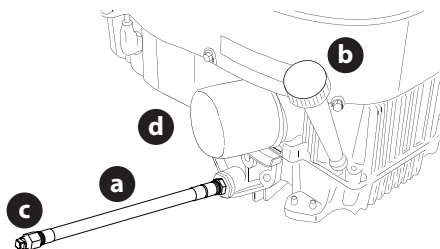

Fig. 30
1. Ubique la manguera de drenaje de aceite (a) que está en el costado del motor (Fig. 30).
2. Para recoger el aceite usado, coloque un recipiente adecuado con al menos una capacidad de 2.5 cuartos de galón (2.37 litros) debajo de la abertura de la manguera de drenaje de aceite. Retire el tapón de llenado de aceite/la varilla de nivel de aceite (b) del tubo de llenado (Fig. 30).
3. Mientras sostiene el extremo libre de la manguera de drenaje de aceite sobre el recipiente de recolección de aceite, desenrosque el tapón con cabeza cuadrada de la manguera (c) del extremo de la manguera de drenaje de aceite (Fig. 30). Drene el aceite del motor dentro del recipiente.
5. Extraiga el filtro de aceite (d) y drene en el recipiente recolector (Fig. 30).
6. Vuelva a colocar el filtro de aceite (d) y cargue el motor con aceite nuevo según las instrucciones del Manual del operador del motor (Fig. 30).